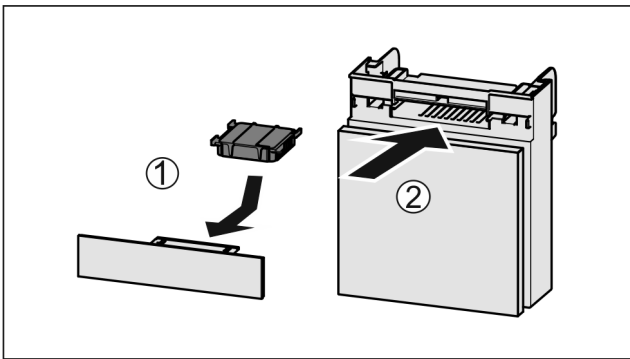

Fig. 37
- ▶ Insérer le filtre à charbon actif d'après le schéma Fig. 37 (1).
- ▶ Insérer le compartiment Fig. 37 (2).